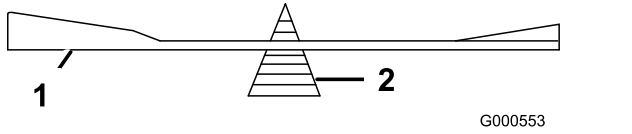

Bild 118
- Prüfen Sie die Auswuchtung des Schnittmessers auf einer Ausgleichmaschine (Bild 118).